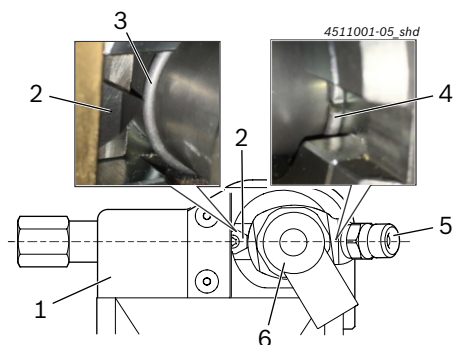

Fig. 5: Visokotlačni priključek (poz. 5) nasproti obračalne rezalne ploščice (poz. 2)
7. CR-injektor, kot kaže Fig. 5, v orodje za demontažo potisnite do omejevalnega roba in ga zadržite v tem položaju.
- ⇒ Varovalni obroč (Fig. 5, poz. 3) je pozicioniran točno na višino obračalne rezalne ploščice (Fig. 5, poz. 2).